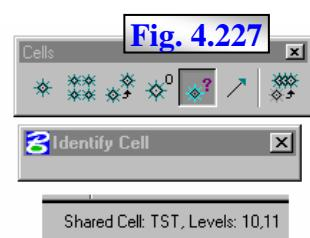

Fig. 4.227
Selecția comenzii din subtrusa **Cells** activează caseta de dialog **Identify Cell**, fig. 4.227, care nu este prevăzută cu nici un control. Procedura de operare implică parcurgerea etapelor:
- identificarea unui element **cell** sursă existent în desen, la apariția mesajului **Identify cell > Identify element** în bara de stare și informații; efectul identificării constă în afișarea, în bara de stare și informații, a următoarelor informații, fig. 4.227: mesajul **Shared Cell**, dacă elementul a fost plasat cu această caracteristică activată (& 4.17.3), numele elementului **cell** identificat și numerele straturilor de desenare din desenul curent în care sunt plasate elementele componente ale **cell**-ului.